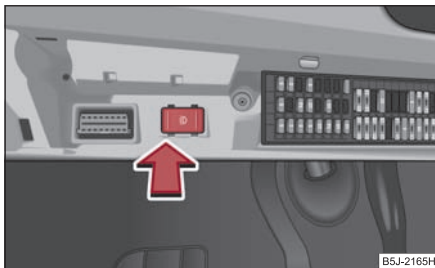

Fig. 47 Comparimentul
- Cuplați întrerupătorul pentru lumina de zi ⇒ fig. 47.
- Decuplați întrerupătorul pentru lumina de zi ⇒ fig. 47.